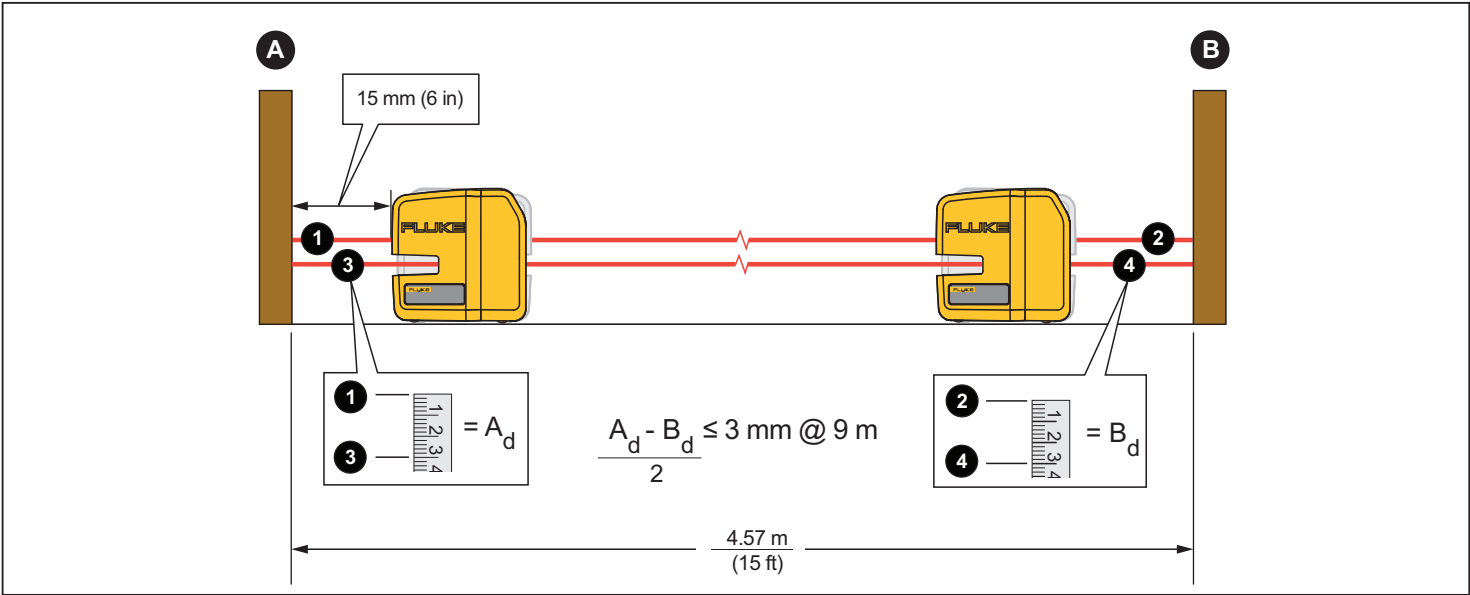

图 5. 水平激光精度
1. 找到一个几近平坦的水平场地作为目标，最好是一块 $\geq 7.62 \text{ m}$ (25 ft) 宽的混凝土板，并带有两堵相对的墙。也可以将废木料作为目标。请参阅图 5。